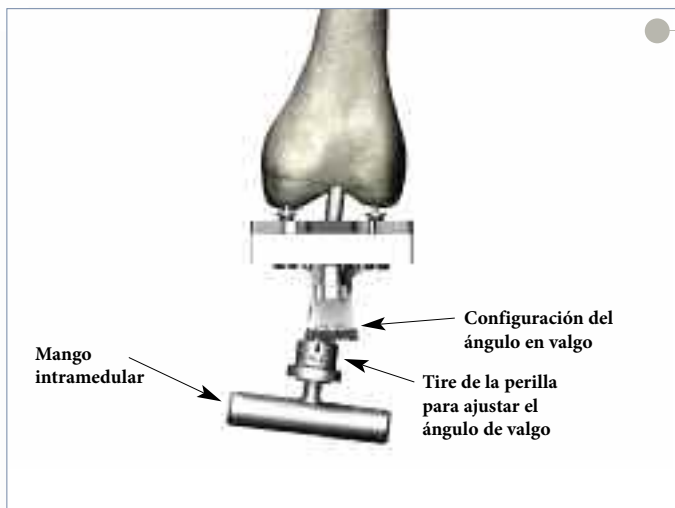

Figura 6
- ▶ La guía de alineación femoral está pensada para usarse tanto en la rodilla derecha como en la izquierda, y se la puede ajustar a cualquier ángulo de valgo entre 3° y 9°. Coloque el instrumento en el ángulo deseado al tirar de la perilla de la guía de alineación femoral y fijándola en la muesca correspondiente (**Figura 6**). Pueden conectarse mangos a los lados de la guía para facilitar la alineación y la estabilización.